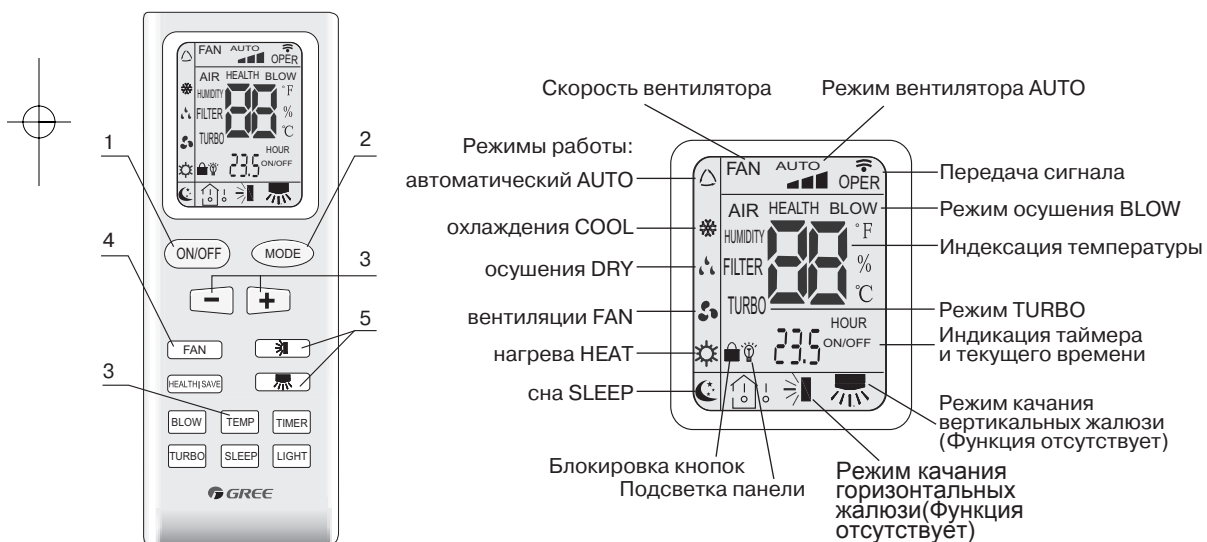

Рис. 5.2
5.3 Инфракрасный пульт управления (см.рис. 5.2 и табл. 5.2)
5.3.7 Внешний вид пульта согласно рис. 5.2.